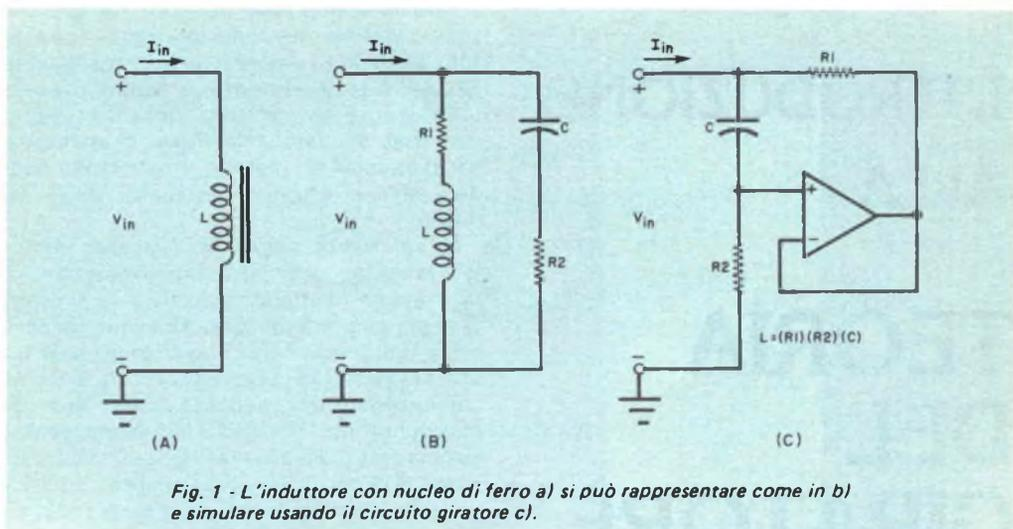

Fig. 1 - L'induttore con nucleo di ferro a) si può rappresentare come in b) e simulare usando il circuito giratore c).
Quanto detto vale per un induttore ideale; in pratica, invece, tutti gli induttori hanno una certa resistenza, capacità ed induttanza. Come illustrato nella *fig. 1-a* e nella *fig. 1-b*, un induttore con nucleo di ferro può essere considerato come un induttore con una resistenza (R_1) in serie, e questa combinazione è in parallelo con una capacità (C) ed una resistenza in serie (R_2). Un induttore in aria (*fig. 2-a* e *fig. 2-b*) si comporta come un'induttanza con una resistenza (R_1) in serie. In entrambi i casi " L " è l'induttanza della bobina e R_1 è la resistenza del filo con il quale è formata la bobina. L'induttore con nucleo di ferro contiene due elementi in più, R_2 e C , che rappresentano le perdite nel nucleo. Con corrente continua, non vi sono perdite nel nucleo e di conseguenza la capacità C nel modello della *fig. 2* non consente circolazione di corrente attraverso R_2 . Con l'aumentare della frequenza, aumentano le perdite nel nucleo; perciò, nel caso precedentemente citato, una corrente sempre maggiore scorre attraverso R_2 a mano che la reattanza del condensatore diminuisce.
che appare come un vero induttore. Per capire come ciò avviene, analizzeremo i modelli di induttori della *fig. 1-b* e della *fig. 2-b* in termini di "ammettenza di porto", tenendo presente che un "porto" è un punto attraverso il quale l'energia può entrare od uscire. Nel caso di un circuito elettrico, esso può consistere in un paio di terminali ai quali è collegato un elemento circuitale. Gli induttori e le relative versioni della *fig. 1* e della *fig. 2* sono porti e quando una sorgente di tensione è collegata ai loro capi, viene applicata al circuito una tensione d'entrata (V_{in}) e scorre in esso una corrente d'entrata (I_{in}).
Facendo riferimento alla *fig. 1-b*, si può vedere che i resistori R_1 e R_2 stabiliscono i limiti dell'impedenza di porto sia alle altissime sia alle bassissime frequenze. Alla corren-
Analisi del giratore - Applichiamo ora questi concetti ai circuiti del giratore (*fig. 1-c* e *fig. 2-c*). Come nei circuiti equivalenti, R_1 rappresenta la resistenza ohmica del filo della bobina, mentre C e R_2 rappresentano le perdite nel nucleo, le quali aumentano in relazione con la frequenza applicata. Nei due circuiti è stato tuttavia aggiunto qualcosa di nuovo: uno stadio di guadagno. A tale scopo può essere usato qualsiasi dispositivo attivo, ma nel caso in esame è stato scelto un amplificatore operazionale grazie alla sua semplicità, al suo alto guadagno, all'impedenza d'en-
Se si applica una tensione continua ai terminali d'entrata del circuito della *fig. 1-c*, il condensatore *C* non conduce e la tensione sull'entrata non invertitrice è zero. Anche l'uscita è a potenziale di massa e, poiché l'amplificatore operazionale ha un'altissima ammettenza d'uscita (bassa impedenza di uscita), si può affermare che *R1* è collegato in parallelo al porto; perciò I_{in} scorrerà solo attraverso *R1*. Questo è in accordo con il comportamento del circuito equivalente della *fig. 1-b*. Le ammettenze di porto sono massime in corrente continua, limitate solo dai valori dei resistori *R1* (ammesso che siano uguali).
A frequenza infinita, "C" è un cortocircuito e quindi la tensione sull'entrata non invertitrice dell'amplificatore operazionale (ed anche quella d'uscita) è uguale a V_{in} . Poiché non vi è nessuna caduta di tensione ai capi di *R1*, questo resistore è praticamente staccato dal circuito. L'unico percorso di ammettenza è attraverso *R2* verso massa, lo stesso comportamento che si è notato nel circuito equivalente (*fig. 1-b*).
Con l'aggiunta di due resistori, si può simulare un induttore in aria. Le bobine in aria non hanno essenzialmente perdite di nucleo e quindi, nei loro circuiti equivalenti, non hanno una resistenza in parallelo. Per questa ragione, nel giratore della *fig. 2-c* vengono usati due resistori in più per stabilire il guadagno dell'amplificatore operazionale; se i loro valori sono correttamente scelti, essi forniscono un guadagno sufficiente per compensare le perdite di *R2* alle frequenze alte. Ma il guadagno deve essere scelto con attenzione, altrimenti il circuito potrebbe oscillare. Se *R3* è uguale a *R1* e *R4* è uguale a *R2*, il circuito sarà stabile e non presenterà resistenza in parallelo. In pratica, tuttavia, si guadagna poco rispetto al circuito della *fig. 1-c*, fintanto che il rapporto *R2/R1* è almeno da 90 a 100, perché gli effetti della resistenza di parallelo sono trascurabili nella maggior parte delle applicazioni audio che si incontrano comunemente.